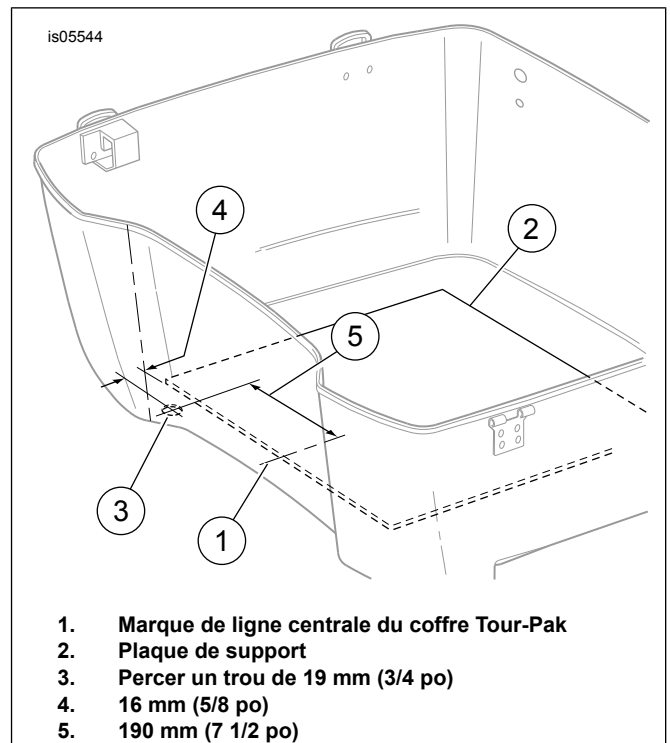
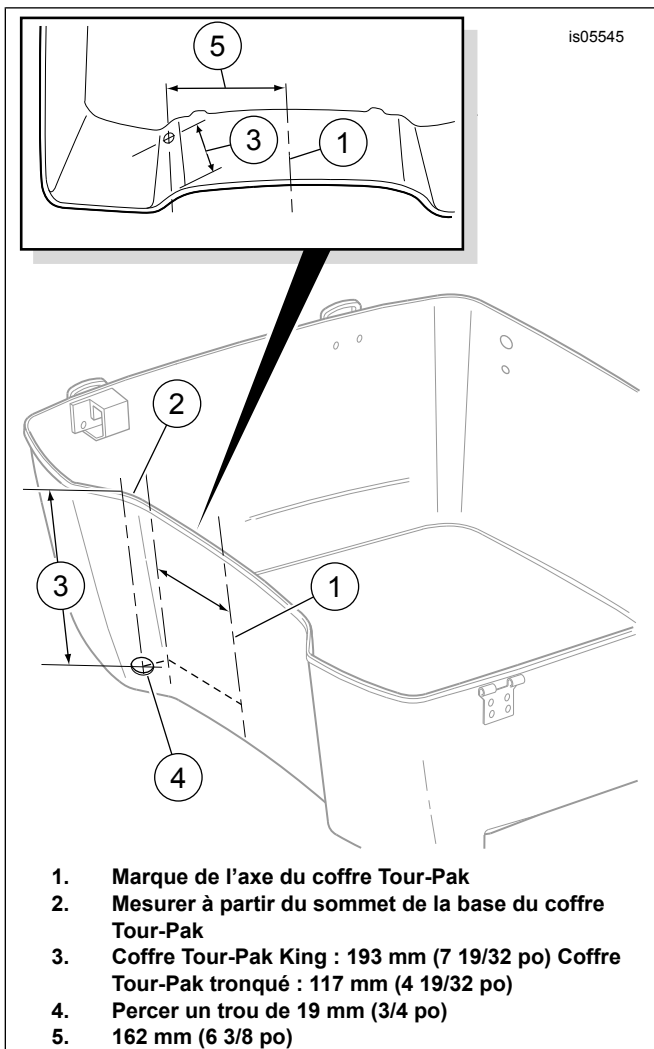

Figure 2. Emplacement de perçage de câble d'antenne CB (Tour-Pak de type 1)
Figure 3. Emplacement de perçage de câble d'antenne CB (Tour-Pak de type 2)
- a. Voir Figure 2. Mesurer et déterminer le centre (1) de la plaque de support (2) qui recouvre le fond du coffre Tour-Pak.
- c. Mesurer à nouveau et marquer le centre de la plaque de support (2) à l'avant du morceau de ruban, puis de nouveau près de l'arrière. Tracer une ligne droite entre les deux marques.
- d. En faisant face au ruban, mesurer 190 mm (7 1/2 po) (5) entre la ligne centrale et le côté droit du fond du coffre Tour-Pak.
- g. Mesurer une distance vers l'avant de 16 mm (5/8 po) (4) à partir du bord avant de la plaque de support et tracer une ligne courte qui intersecte la ligne tracée à l'étape précédente.
- j. À partir du dessous du coffre Tour-Pak, percer un trou de 19 mm (3/4 po) (3) depuis l'extérieur du coffre Tour-Pak vers l'intérieur.
- l. Voir Figure 3. Mesurer et déterminer le centre (1) de la paroi avant intérieure du coffre Tour-Pak.
- o. En faisant face au ruban, mesurer 162 mm (6 3/8 po) entre la ligne centrale et le côté droit de la paroi avant du coffre Tour-Pak. Ne pas suivre la courbure de la paroi, mais mesurer **perpendiculairement**. Voir l'encart de la Figure 3.
- q. Mesurer à nouveau et marquer le ruban à une **distance perpendiculaire** de 162 mm (6 3/8 po) (5) de la ligne centrale, près du sommet du morceau de ruban, et aussi près du bas du morceau de ruban. Tracer une ligne entre la marque de dessus et la marque de dessous.
- r. **Pour le Tour-Pak King** : Mesurer vers le bas une distance de 193 mm (7 19/32 po) (3) du bord supérieur du coffre Tour-Pak. **Pour le Tour-Pak tronqué** : Mesurer vers le bas une distance de 117 mm (4 19/32 po) (3) du bord supérieur du coffre Tour-Pak. Tracer une courte ligne horizontale perpendiculaire à la ligne verticale.
- u. À partir de l'extérieur du coffre Tour-Pak, percer un trou de 19 mm (3/4 po) (4) à travers du trou guide vers l'intérieur.